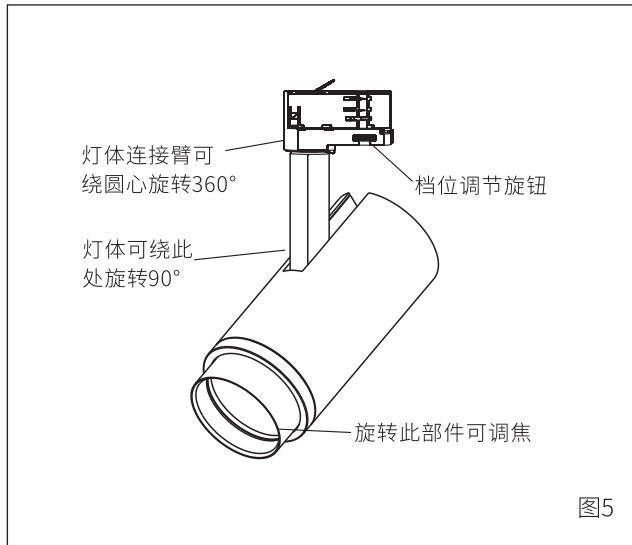

图5
- 6.灯具安装好后,灯体可水平旋转360°，垂直旋转90°（图5）；
- 7.此灯具可调焦，角度从12°到52°任意可调（图5）；